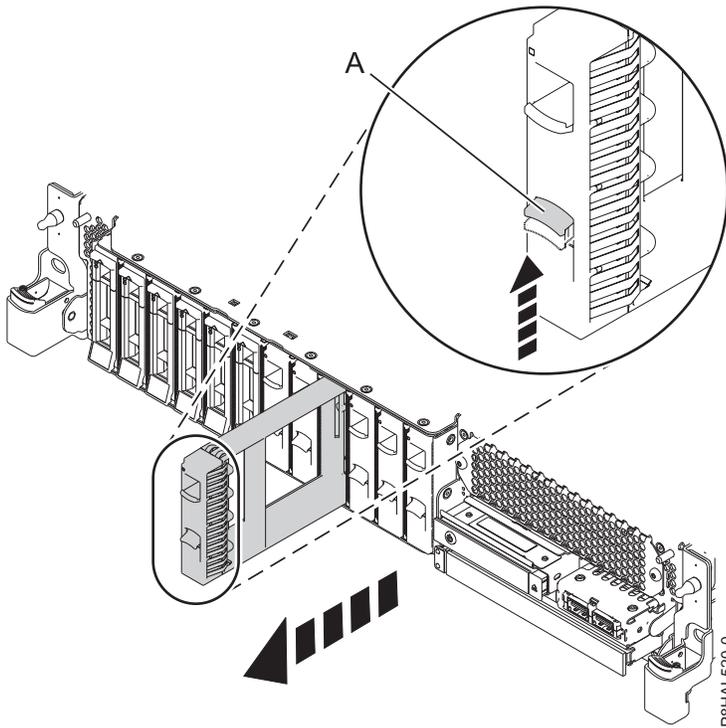
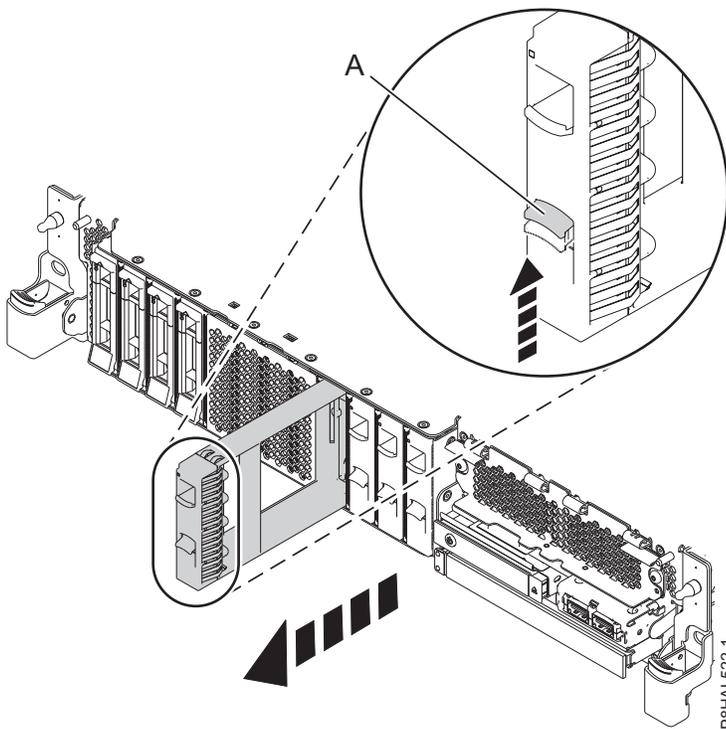

Abbildung 100. Plattenlaufwerk-Platzhalterelement ausbauen - System mit Basisfunktionen
Abbildung 101. Plattenlaufwerk-Platzhalterelement ausbauen - System mit erweiterten Funktionen
3. Schieben Sie die Sperre (**A**) am Griff des Platzhalterelements in die in Abb. 100 auf Seite 108 und Abb. 101 auf Seite 108 gezeigte Richtung.